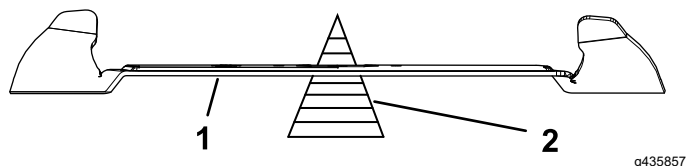

Figura 91
2. Controllate l'equilibrio della lama collocandola su un bilanciatore (Figura 91).
Nota: Se la lama è sbilanciata, limate parte del metallo dall'estremità pesante della lama solo nell'area della costa (Figura 91).